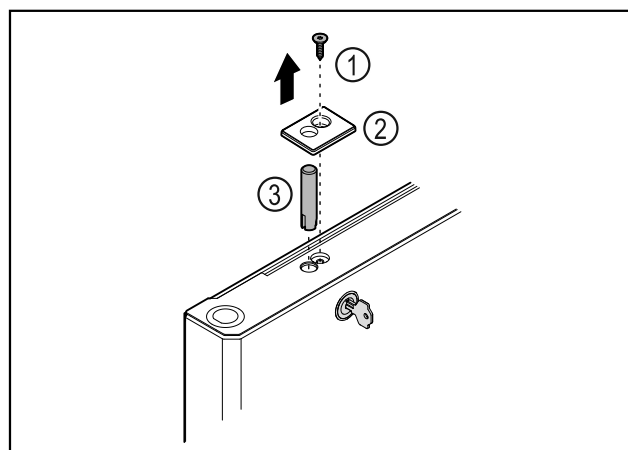

Fig. 41
- ▶ Fjern skruen Fig. 41 (1).
- ▶ Vipp dekkelet Fig. 41 (2) ut av stilling med en liten skruetrekker, og ta det av.
- ▶ Trekk ut låsebolten Fig. 41 (3).